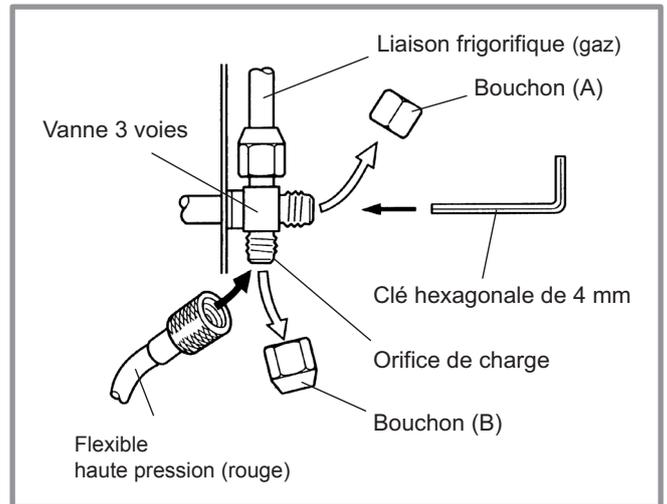

figure 21 - Raccordement du flexible sur la vanne gaz
- Retirer le bouchon de protection (B) de l'orifice de charge (Schrader) de la vanne gaz (gros diamètre).
- Raccorder le flexible haute pression du *Manifold* sur l'orifice de charge (figure 21).